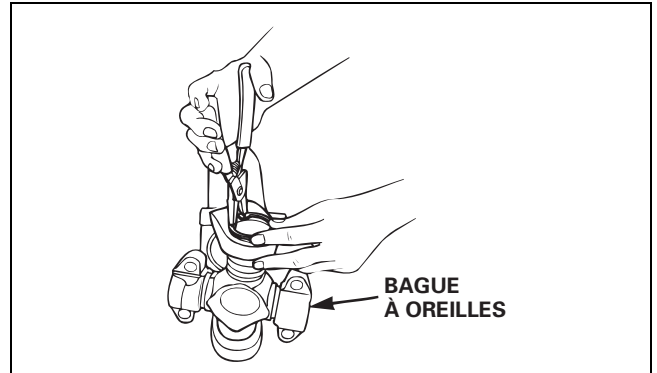

Figure 14
3. Utiliser la pince à anneau de retenue pour installer le segment de retenue dans sa rainure. Figure 14.
7. Utiliser la pince à anneau de retenue pour installer le segment de retenue dans sa rainure. Figure 14.